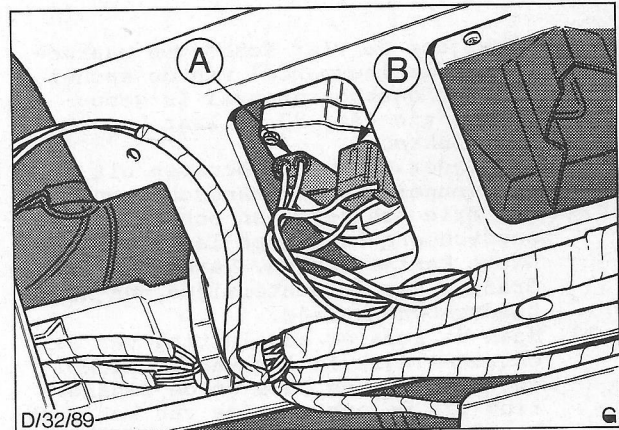

Fig. 30. Aansluiten van de draadbundel op de wissermotor.
23. Sluit de bedrading aan op de kachel en de wissermotor. Fig. 30.